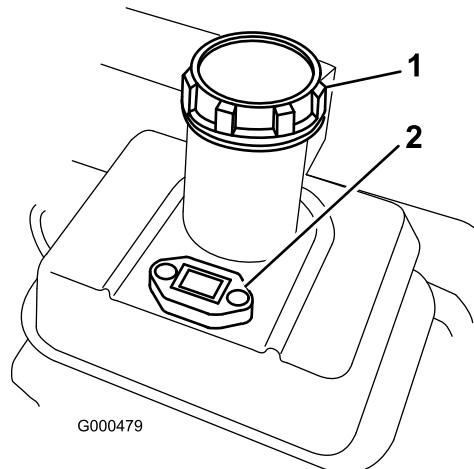

Figura 17
1. Pulite l'area intorno al tappo del serbatoio del carburante e togliete il tappo (Figura 17). Rabboccate il serbatoio carburante con benzina senza piombo, non oltre la base del filtro. Non riempite troppo.